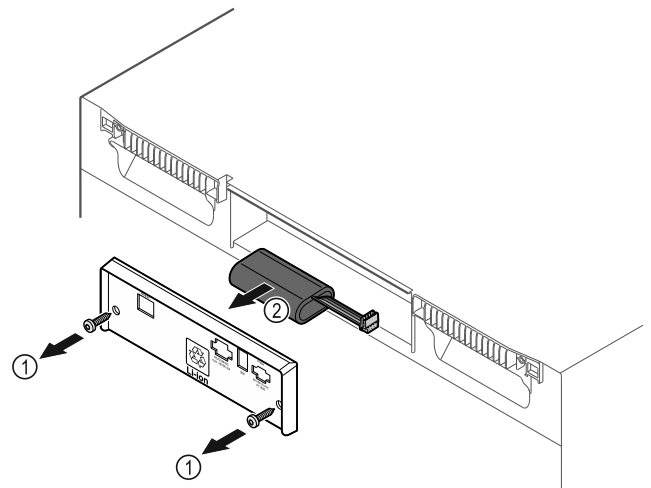

Fig. 201
- ▶ Skruva ut skruvarna och ta bort kåpan på baksidan av skåpet Fig. 201 (1).
- ▶ Lossa batteriet och ta ut det Fig. 201 (2).